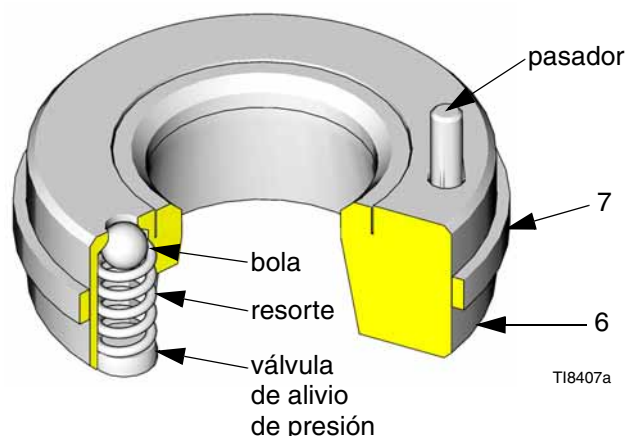

FIG. 4
12. Retire las bolas (5), asientos de entrada (6 y 34) y juntas (7).
13. Inspeccione la válvula de alivio de presión del asiento (6) para asegurarse de que no esté obstruida. Presione hacia abajo la bola de la válvula para ver si la bola y el resorte se mueven libremente. Vea la FIG. 4.